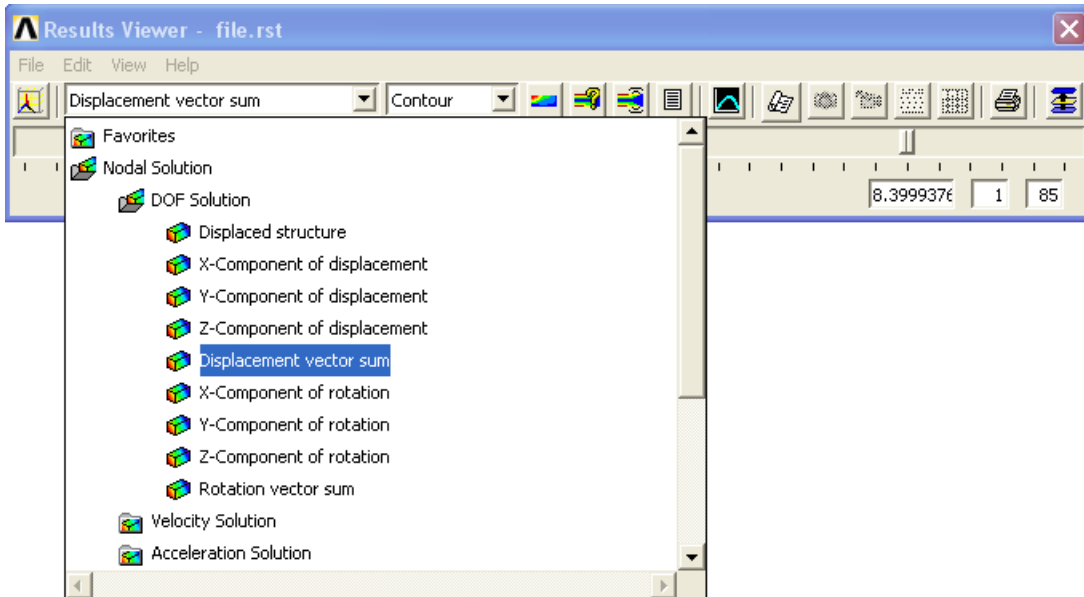

Рисунок 116. Окно *Result Viewer* с компонентами раскрывающегося меню
При использовании этого пункта меню появится окно *Result Viewer* (Рисунок 116). Далее следует:
- В первом раскрывающемся меню выбрать параметр, распределение которого будет отображаться. Например, выбираем раздел **Nodal Solution> DOF Solution> Displacement vector sum** (Рисунок 116).